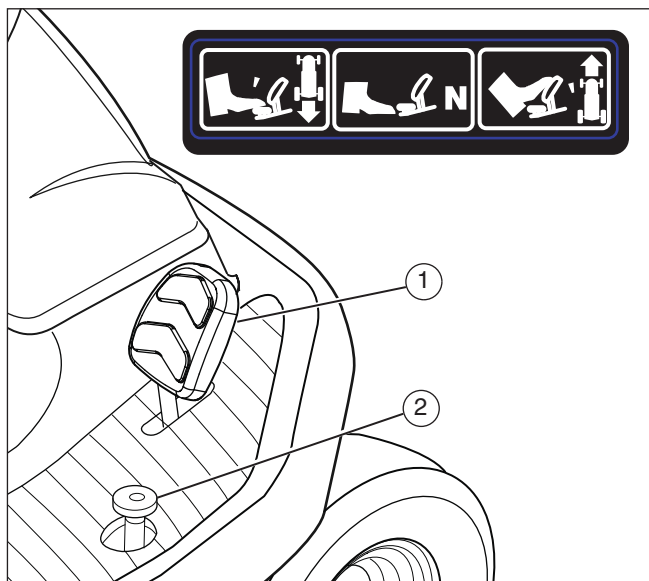

Figura 14
4. Spingere lentamente il pedale di comando della velocità in avanti (1) per attivare la velocità effettiva in avanti (vedere **Figura 14**).
2. Togliere il piede dal pedale di comando della velocità avanti (1) (vedere **Figura 14**).
3. Spingere lentamente il pedale di comando della velocità indietro (2) per attivare la velocità effettiva indietro.
1. Togliere lentamente il piede dal pedale di comando della velocità avanti (1) o da quello di comando della velocità indietro (2) (vedere **Figura 14**). Il pedale di comando della velocità avanti o quello della velocità indietro ritornerà automaticamente alla posizione di FOLLE.
3. Rilasciare il pedale di comando della velocità alla posizione di FOLLE (vedere **Figura 14**).
4. Per andare più velocemente, spostare il pedale di comando della velocità in corrispondenza di una velocità più alta (vedere **Figura 14**).
5. Muovere il pedale di comando della velocità alla impostazione di velocità desiderata (vedere **Figura 14**).